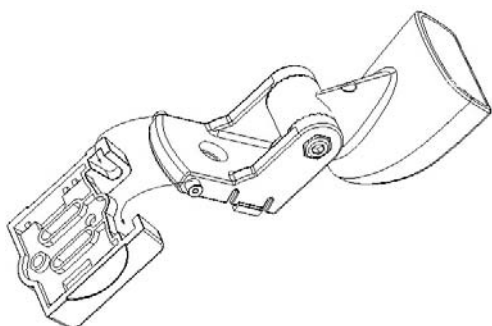

Figure-4
c) Faite correspondre le pivot au modèle (figure-4)